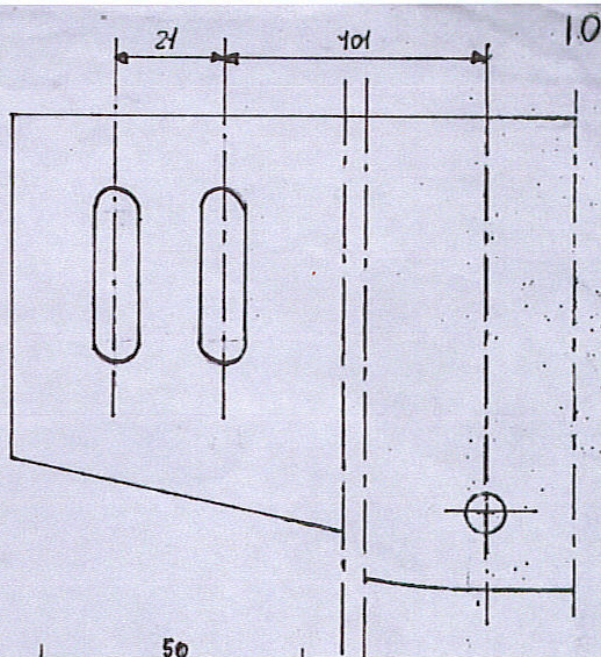

Fig. 10
- Souder les semelles réalisées suivant figures 10 pages 12 et 13